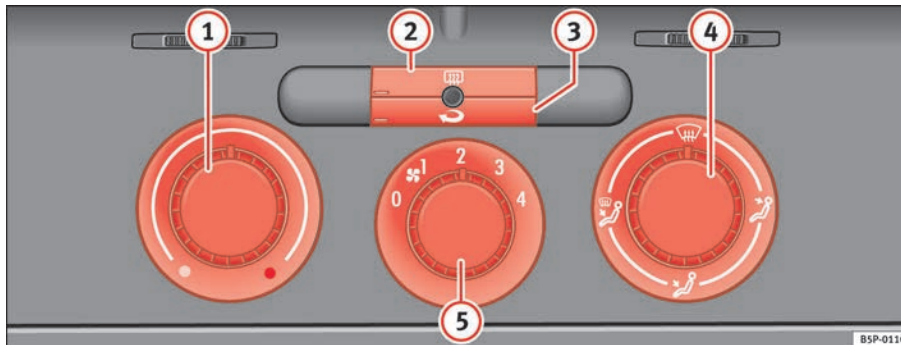

Abb. 126 In der Instrumententafel: Bedienelemente der Heizung
- Mit den Reglern ⇒ Abb. 126 ① und ④ und mit dem Schalter ⑤ stellen Sie die Temperatur, die Luftverteilung und die Gebläsestufe ein.
- Drücken Sie die jeweilige Taste ② bzw. ③, um eine Funktion ein- oder auszuschalten. Bei einer eingeschalteten Funktion leuchtet das Fenster unten links an der Taste auf.